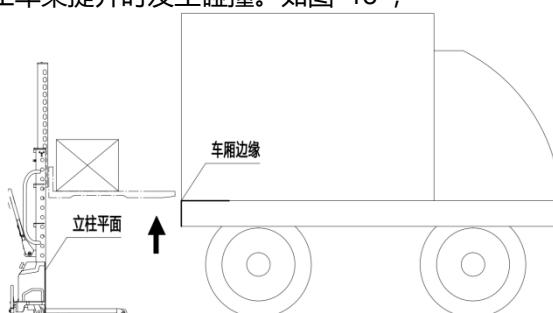

图 17 起升货物
- 行至货车旁。货叉头部离车辆距离 $\geq 10\text{cm}$,按上升按钮，提升货物。如图 17 ；